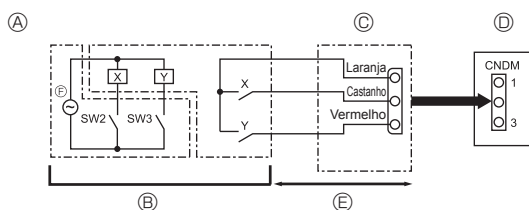

Fig. 9-2
9.2. Função de pedido (modificação no local) (Fig. 9-2) (apenas para ares condicionados)